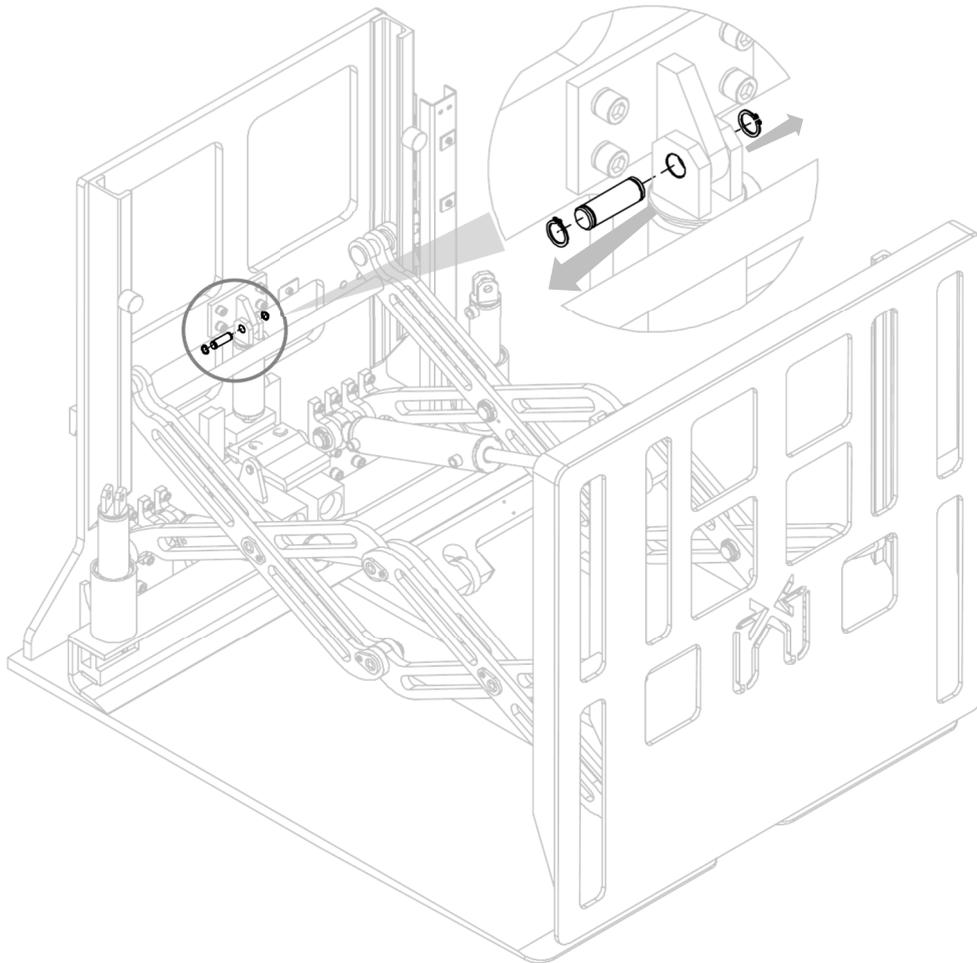

Figure 29
2. Retirer la goupille (après avoir retiré les anneaux élastiques qui la bloquent) qui lie le vérin à son attelage boulonné (voir Figure 29).